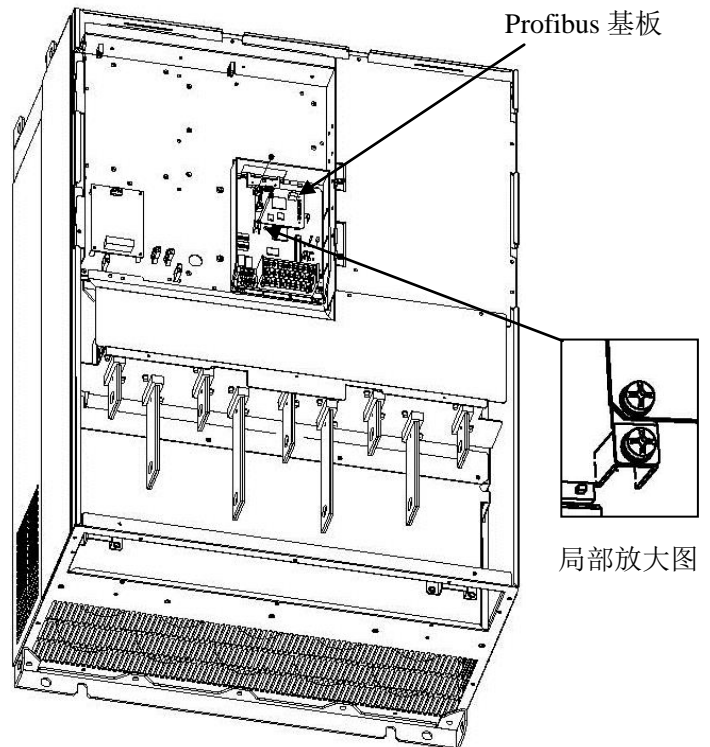

图 4
4. 将剥好的连接线按照相应的要求装入 Profibus 接口板的端子台上（剥线时须将连接线的屏蔽层裸露一定的尺寸），并且用 2 颗 M3 螺丝通过卡子将连接线固定在 Profibus 基板上，注意卡子必须压在连接线的屏蔽层上（图 4）
4. 将剥好的连接线按照相应的要求装入 Profibus 接口板的端子台上(剥线时须将连接线的屏蔽层裸露一定的尺寸), 并且用 2 颗 M3 螺丝通过卡子将连接线固定在 Profibus 基板上, 注意卡子必须压在连接线的屏蔽层上(图 4)
4. 将 profibus 基板安装在主控板的插槽内，用 3 颗 M3 螺丝将其紧固在金属支柱及转接垫片上（图 4）